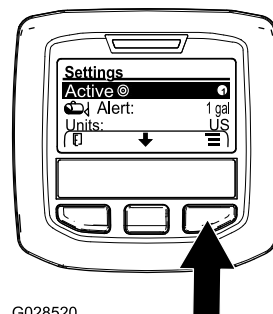

図 69
- 中央ボタンを押して、アクティブな散布レート設定をハイライトさせる 図 69。
- 右ボタンを押すと散布レートその1と2を切り替えることができる 図 69。